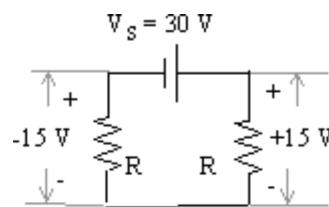

Figura 2. Fuente de doble polaridad.
2. Medir la intensidad que circula por la resistencia (figura 2).
tensión). Para ello, se toman dos resistencias iguales conectadas en serie a cuyos extremos se conecta una tensión de 30 V. Si situamos la tierra virtual del circuito en el punto medio de ambas resistencias, conseguiremos los ± 15 V a uno y otro extremo, respectivamente, tal y como indica la figura 2.